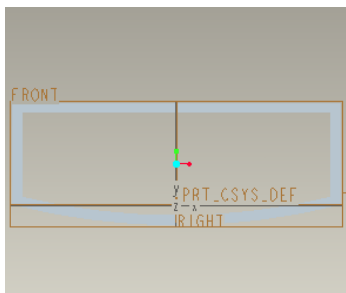

图 1-14 边框
(11) 单击草绘工具栏中的“继续当前部分”按钮确定绘制结果。在操控板中“草绘加厚”按钮右边的尺寸文本框中输入“5”，并在拉伸深度值文本框中输入“30”，按 **Enter** 键确认（见图 1-13），然后单击“建造特征”按钮，系统将自动生成如图 1-14 所示的边框。